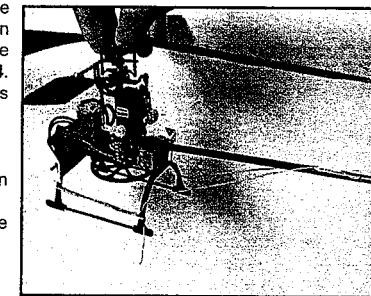

Fig. 4
4. Positionnement de l'antenne de réception : le modèle est livré avec l'antenne roulée autour du train d'atterrissage. Pour le vol et afin d'avoir une réception optimale, l'antenne doit être positionnée autour des bras de patins et du tube de queue afin de la fixer avec du ruban adhésif comme indiqué sur la figure 4. Assurez-vous tout de même que les pales du rotor d'anticouple ne peuvent pas toucher le fil d'antenne.
1. Déroulez et installez l'antenne de l'hélicoptère comme indiqué sur la figure 4.